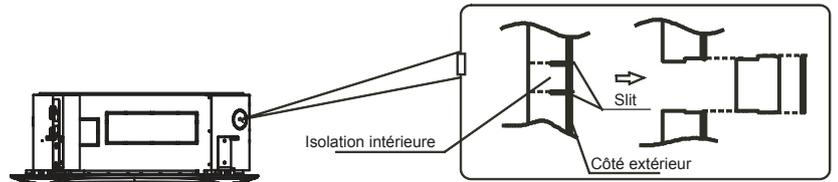

Fig.5-4
- Couper l'isolation intérieure de l'équipement à l'aide d'un cutter. (Voir Fig.5-4)